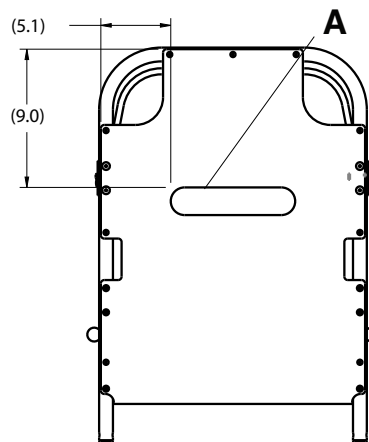

Figura 1 – Applicazione del Velcro® sull'alzaschienale
6. Togliere il rivestimento posteriore dal **Velcro®** per alzaschienale (A) e applicare il **Velcro®** sulla superficie dell'alzaschienale (Figura 1).